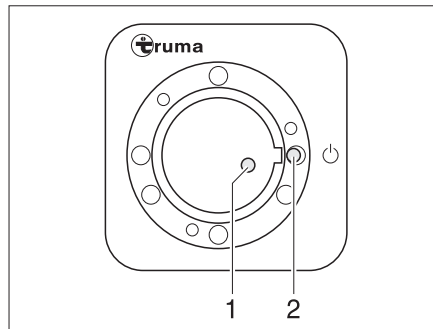
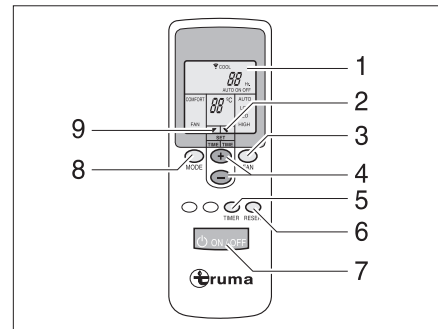

Fig. 114 Receptor
Fig. 115 Mando a distancia
- Conectar el mando a distancia por medio del interruptor (Fig. 115,7). La luz de control verde (Fig. 114,1) indica el funcionamiento de refrigeración.
- Ajustar el modo de funcionamiento deseado con la tecla (Fig. 115,8).
- De ser necesario, ajustar la potencia del ventilador y la temperatura ambiente deseadas con las teclas (Fig. 115,3 y 4). La flecha (Fig. 115,9) indica el modo de ajuste seleccionado.
- ▷ En el receptor se encuentra un pulsador interruptor adicional (Fig. 114,2) con el cual la instalación de aire acondicionado también se puede desconectar o conectar sin mando a distancia. En caso de que se conecte la instalación de aire acondicionado por medio de este pulsador interruptor, automáticamente se seleccionará el último modo de funcionamiento ajustado en el mando a distancia.
- Para la programación, conectar la instalación de aire acondicionado con la tecla (Fig. 115,7) del mando a distancia.
- Ajustar el modo de funcionamiento y la temperatura ambiente deseados con las teclas (Fig. 115,8, 3 y 4).
- Seleccionar la función deseada (Fig. 115,1) con la tecla (Fig. 115,5):
- Seleccionar el tiempo de conmutación deseado (de 1 a 15 horas) con las teclas (Fig. 115,4). La flecha (Fig. 115,2) parpadea e indica el modo de ajuste seleccionado.
- ▷ Con la tecla (Fig. 115,6) se realizan transmisiones repetidas de los ajustes del mando a distancia al emisor.